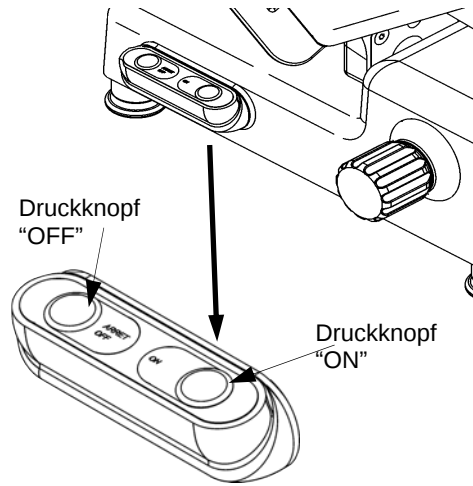

Abb. 22
- Einschaltdruckknopf "ON" und Ausschaltdruckknopf "OFF" Abb. 22 drücken;